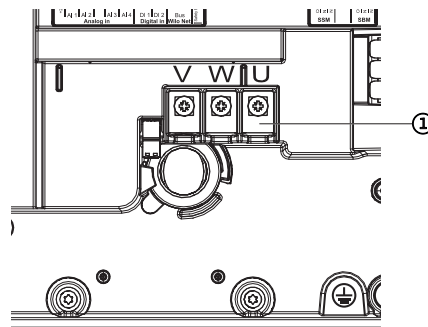

Fig. 115: Клеммы V, W, U подключения электродвигателя
5. Отсоединить кабель электропитания электродвигателя (Fig. 115).